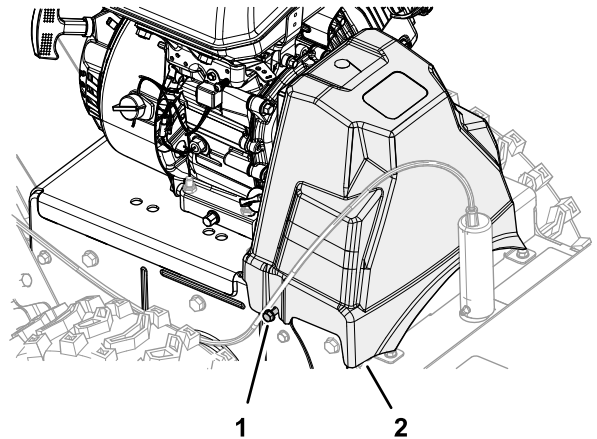

Bild 42
1. Lösen Sie die beiden Bundkopfschrauben mit denen die Riemenabdeckung an der Maschine befestigt ist (Bild 42).